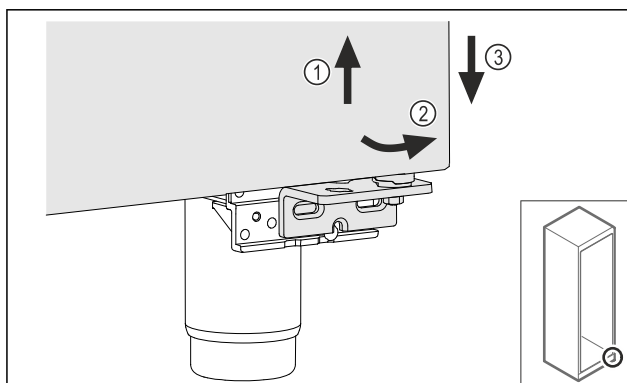

Fig. 20
- Sollevare leggermente la porta Fig. 20 (1), inclinarla in avanti sulla parte inferiore Fig. 20 (2) e abbassarla Fig. 20 (3).